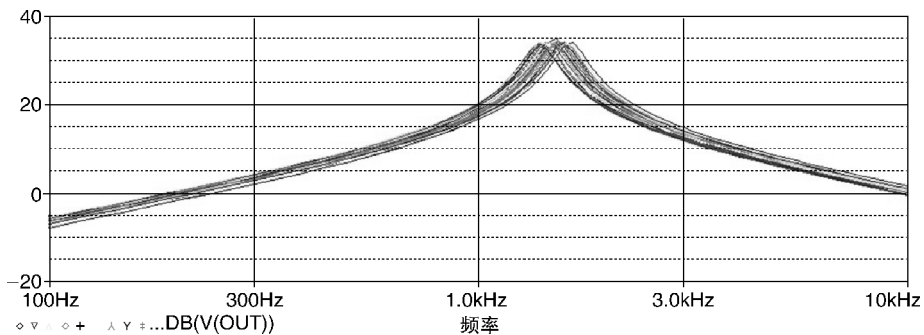

图 10.11 利用蒙特卡洛分析带通滤波器的输出特性曲线
8. 如图 10.11 所示为带通滤波器的输出频率特性曲线。通过选择菜单 **View > Output File** 打开输出文件 { XE “Output File” }，然后向下拖动查看每次蒙特卡洛仿真运行数据。在文件底部，将会看到数据统计结果概述以及每次仿真数值与标称值的偏差。